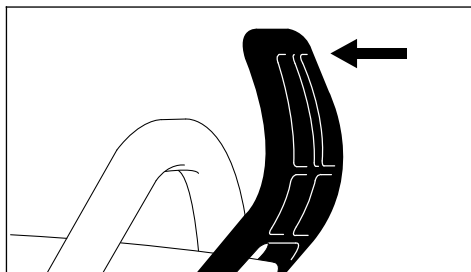

Рис. 34
- Защиту руки потянуть в направлении трубчатой рукоятки до слышимого защелкивания – тормоз цепи отпущен (рис. 34)